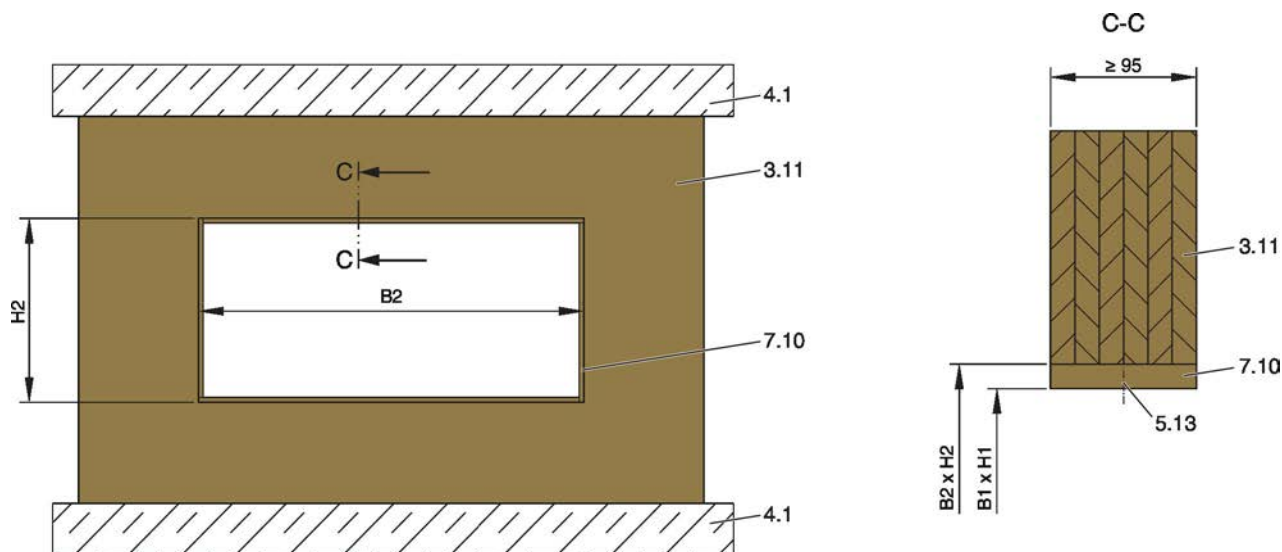

Abb. 46: Vollholzwand mit beidseitiger Beplankung
- Vollholzwand nach Herstellerangaben errichten und Einbauöffnung herstellen, siehe Abb. 46.